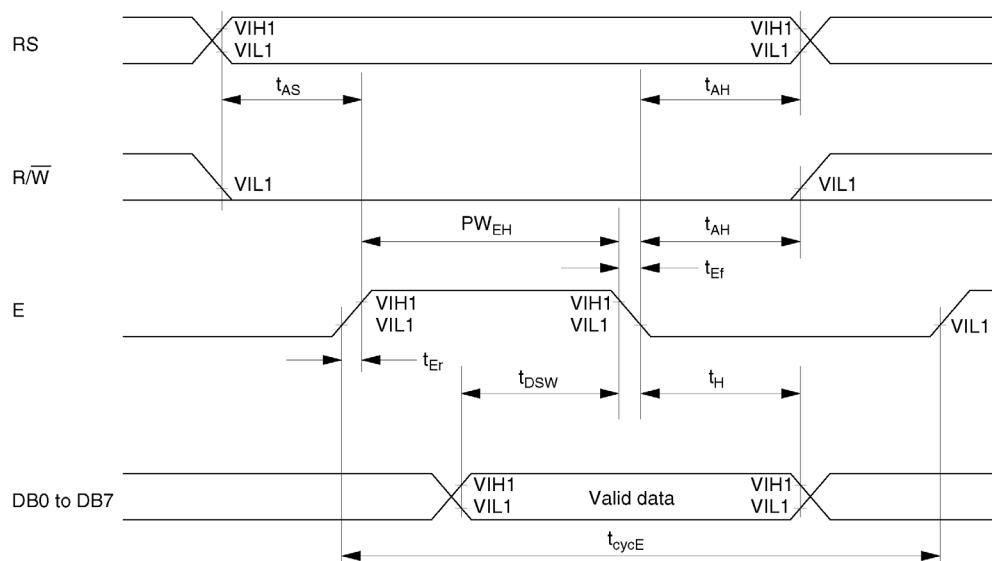
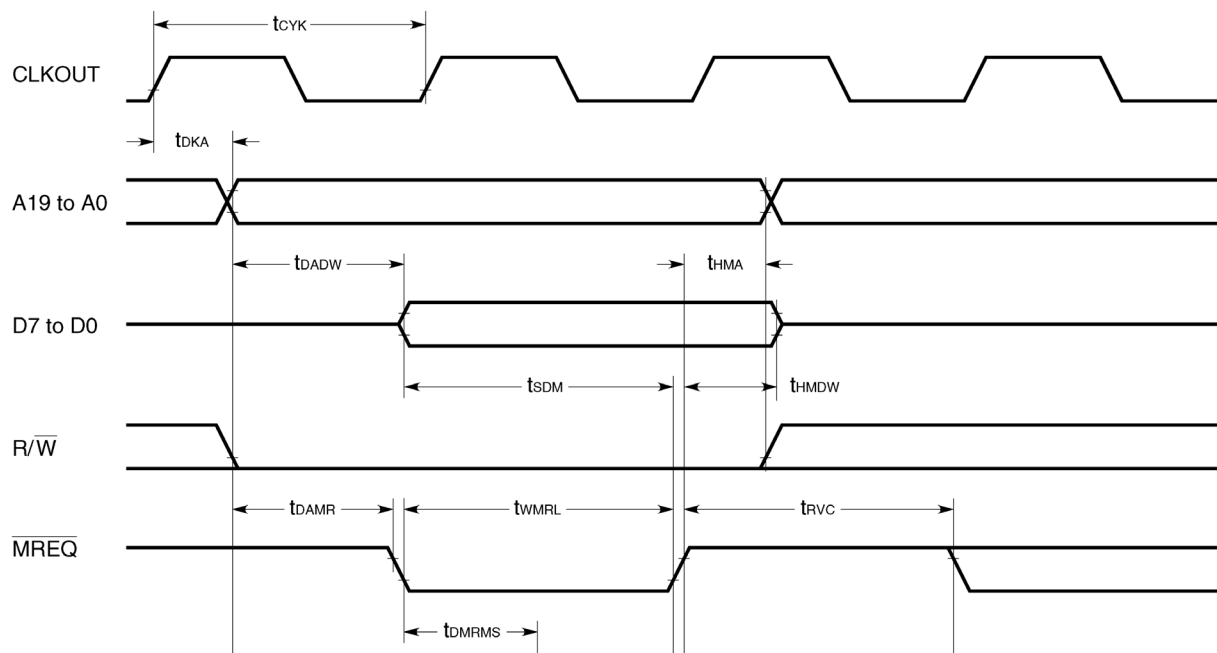

Figura 2. Cronograma d'una operació d'escriptura al controlador del LCD
Figura 3. Cicle d'escriptura del V25
Segons el cronograma de la figura 2, el senyal **E** sincronitza la transferència de dades entre el processador i el controlador del *display*, el senyal **R/W*** indica si l'accés al controlador del *display* és de lectura o d'escriptura i el senyal **RS** determina si accedim al registre de control o a la memòria de dades que el controlador presenta a la pantalla. Donat que el controlador del *display* és un sistema més lent que el processador, preveiem l'activació del senyal **READY**, per alentir els cicles del processador a la velocitat adequada.
- d) Si el senyal **E** es crea mitjançant la inversió del senyal **CS*** i, atesa la temporització del senyal **E** que s'indica al cronograma de la figura 2, ha de tenir un temps d'activació mínim **PW_{EH}** = 500ns, determinar quants estats d'espera caldrà demanar al V25 per adaptar el cicle d'escriptura del processador al del controlador del LCD. Al cronograma de la figura 3 es detalla el cicle d'escriptura del V25. Suposar que **CLKOUT** té una freqüència de 8 MHz i **n** es el nombre d'estats d'espera.